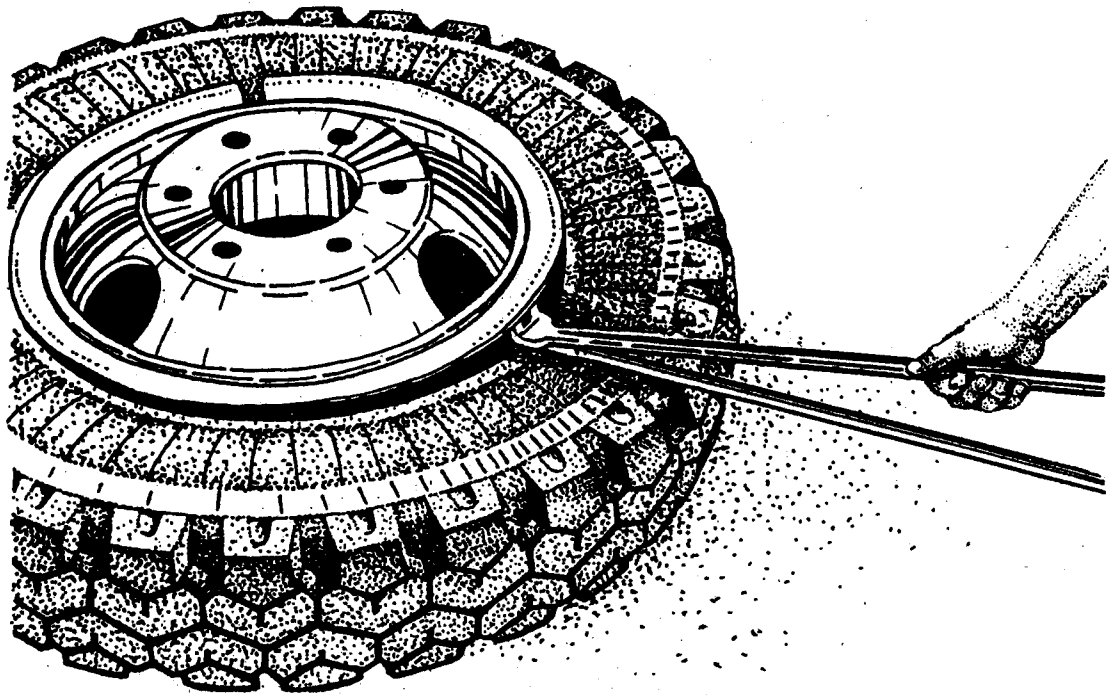

Рис. 72. Отжатие борта шины вниз вилочной лопаткой
4. Удерживая прямую лопатку в пазу вилочной, последней продолжать отжатие борта шины до тех пор, пока он не будет снят с конической полки бортового кольца (рис. 72).